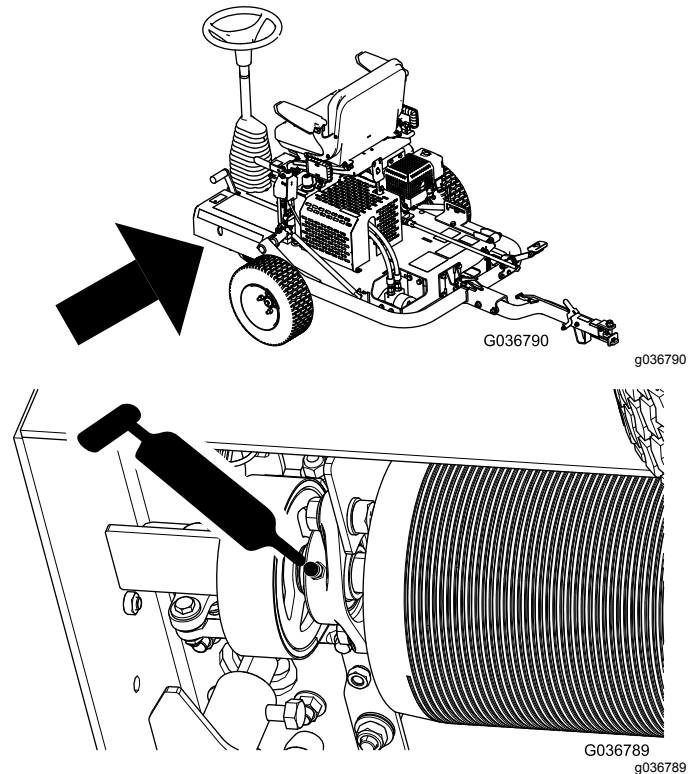

Bild 29
2. Pumpen Sie Schmierfett in den Schmiernippel, wie in Bild 29 abgebildet.